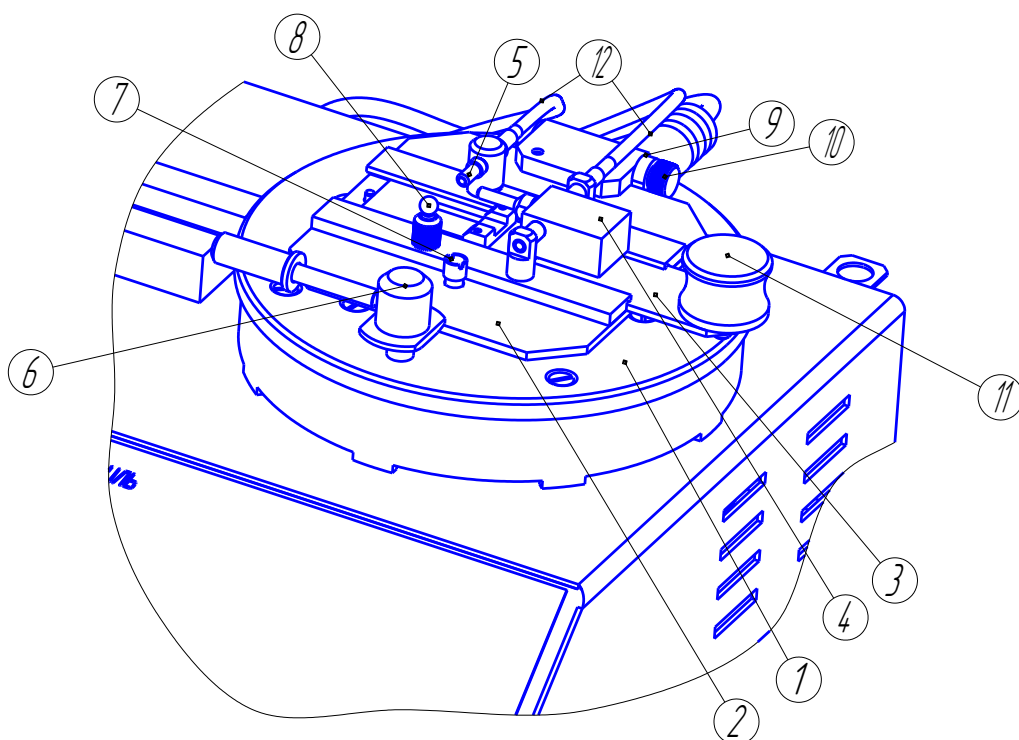
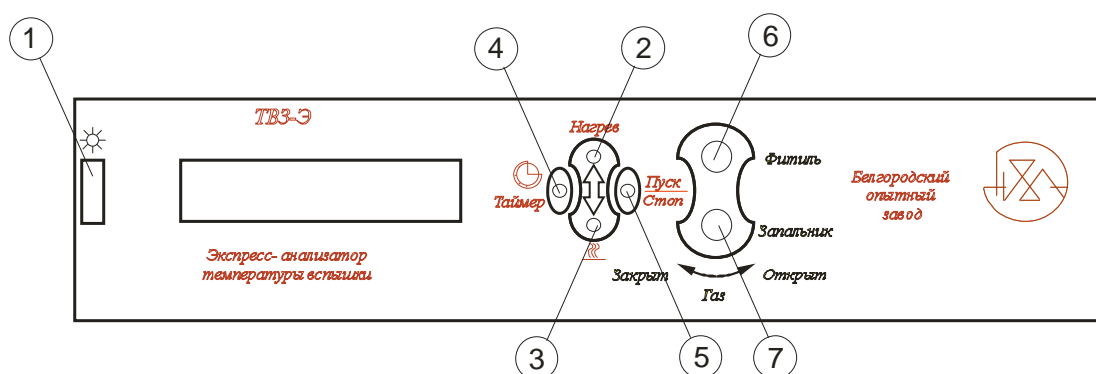

Рисунок 3- Блок испытания
Рисунок 5– Панель управления
8.5 Убедиться что посадочное место для установки тигля не содержит загрязнений для чего необходимо открыть крышку 2 рисунок 3, повернув зажимное приспособление 6 против часовой стрелки.
9.6 Посредством кнопок 2 и 3 рисунок 5 установить необходимую температуру испытания, посредством кнопки 4 установить необходимое время выдержки таймера (одно нажатие– выдержка таймера 1 минута; два нажатия– выдержка таймера 2 минуты), после чего нажать кнопку 5 для запуска процесса нагрева.
9.7 При выходе на установленную температуру необходимо поместить пробу для анализа в тигель как указано в ISO 3680:2004 и (или) ASTM D 3828-02 и включить таймер посредством кнопки 4 рисунок 5 (одно нажатие).
9.8 Открыть кран адаптера, затем открыть вентиль регулировки дежурного пламени 6 рисунок 5 и поджечь, установить необходимую величину размера пламени.
9.10 Открыть вентиль регулировки испытательного пламени 7 рисунок 5, установить необходимую величину размера пламени по шаблону 8 рисунок 3.
9.11 После получения звукового сигнала таймера потянуть рукоятку 11 рисунок 3 вправо, что приведёт к открыванию заслонки.